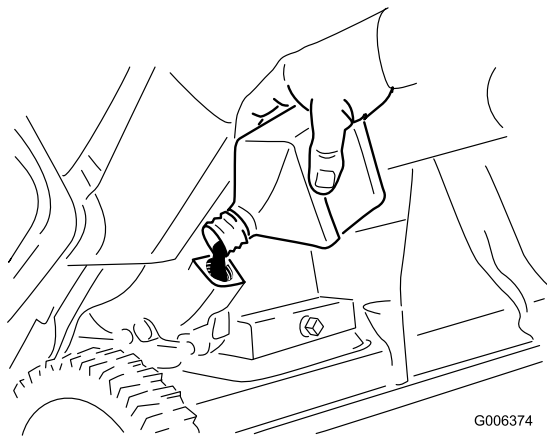

Figura 29
8. Con la máquina en la posición de uso, vierta aceite **con cuidado** en el orificio de llenado de aceite. Espere 3 minutos para que el aceite se asiente y añada suficiente para que esté a punto de rebosar. Debe quedar muy poco o nada de aceite en la botella (Figura 29).